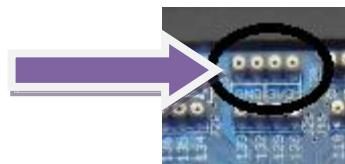

Figura 6
- Os conectores de saída de tensão (GND E 3V3) da figura 6, podem ser utilizados para alimentar outros circuitos com essa tensão, devendo ser respeitada a corrente de **1A máxima**, que é o limite de corrente da fonte de alimentação do kit.